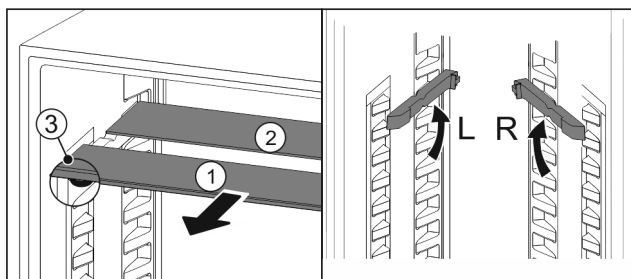

Fig. 140
- Sortir les tablettes par l'avant Fig. 140 (1).
- La tablette en verre Fig. 140 (1) avec bordure décorative est située à l'avant.
- Les butées Fig. 140 (3) sont orientées vers le bas.